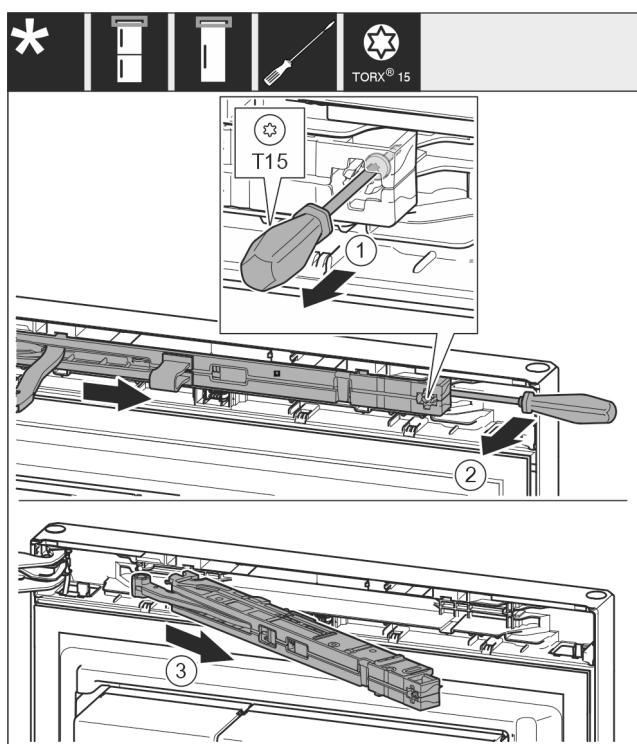

Fig. 11
- Schraube Fig. 11 (1) an Schließdämpfereinheit mit Schraubendreher 14 mm lösen.
- Schließdämpfereinheit Fig. 11 (2) griffseitig mit Schraubendreher nach vorne ausheben.
- Schließdämpfereinheit Fig. 11 (3) herausziehen.